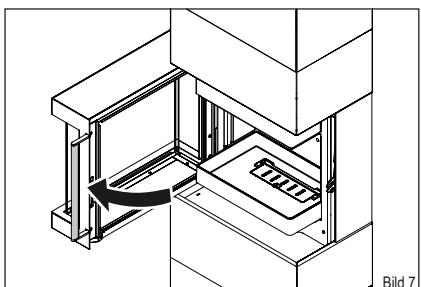

Bild 7
- ▶ Öffnen Sie die Feuerraumtür (Bild 7).